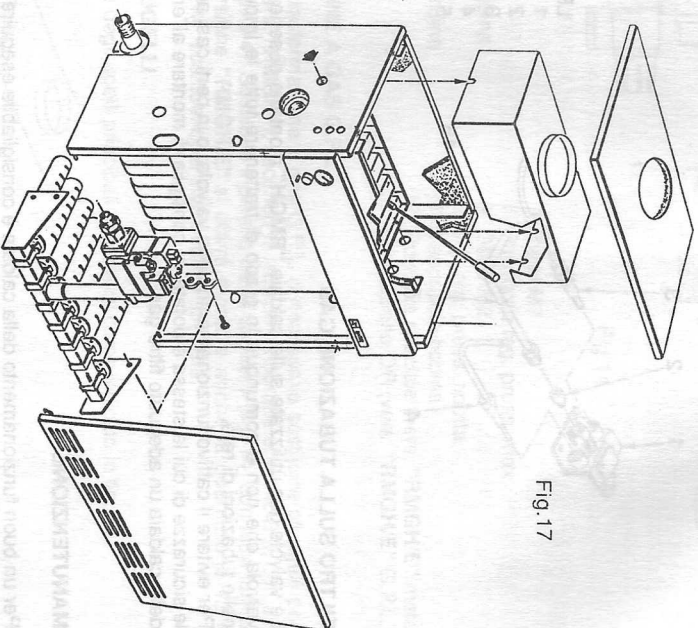

Fig. 17
- Con apposito scovolo entrare nelle file di piolini dello scambiatore ghisa dalla parte superiore col movimento verticale, rimuovendo le incrostazioni esistenti (fig. 17).